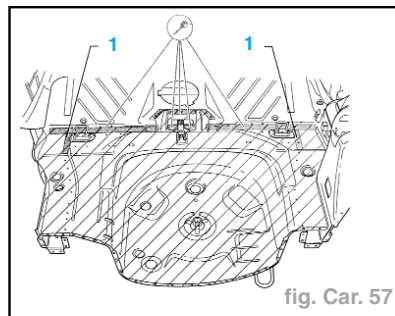

fig. Car. 57
- 1 Zone collée (fig. Car. 57)